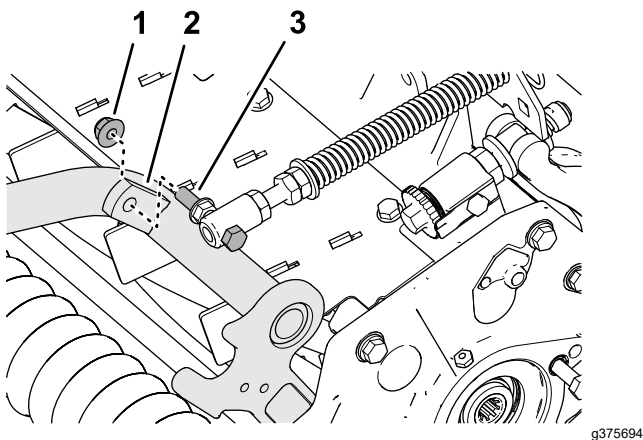

図 19
4. ターフ補正 Springs のキャップスクリューを、キャリアフレームの右側タブに組み付ける図 19 フランジロックナット $\frac{3}{8}$ "を使用する。